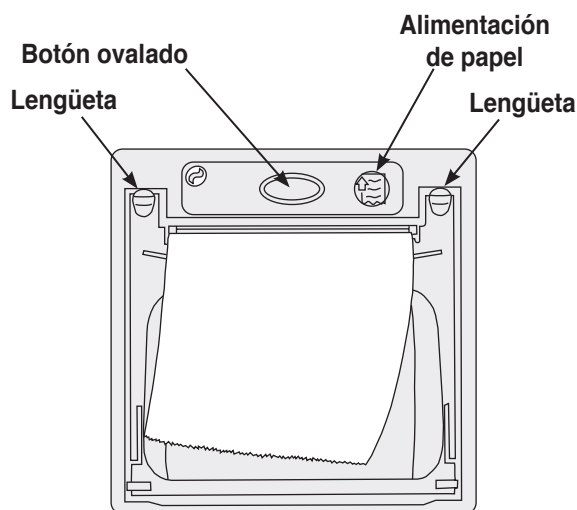

Figura 15
1. Presione el botón ovalado en la parte superior de la impresora para liberar la cubierta de la impresora. Consulte la Figura 15.